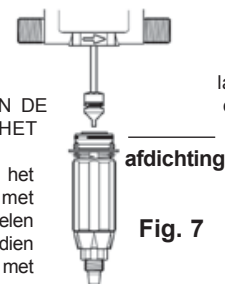

Fig. 7
- 1 - Bij gebruik van producten zoals poeders die opgelost moeten worden, is het aan te bevelen het gehele doseerelement periodiek uit elkaar te nemen (zie § SCHOONMAKEN EN IN ELKAAR ZETTEN VAN HET DOSEERELEMENT EN § VERWISSELEN VAN DE AFDICHTINGEN IN HET INJECTIEDEEL). Spoel al de onderdelen uit het doseerelement grondig met water schoon en zet de delen weer in elkaar. Smeer indien nodig de afdichting (fig. 7) met